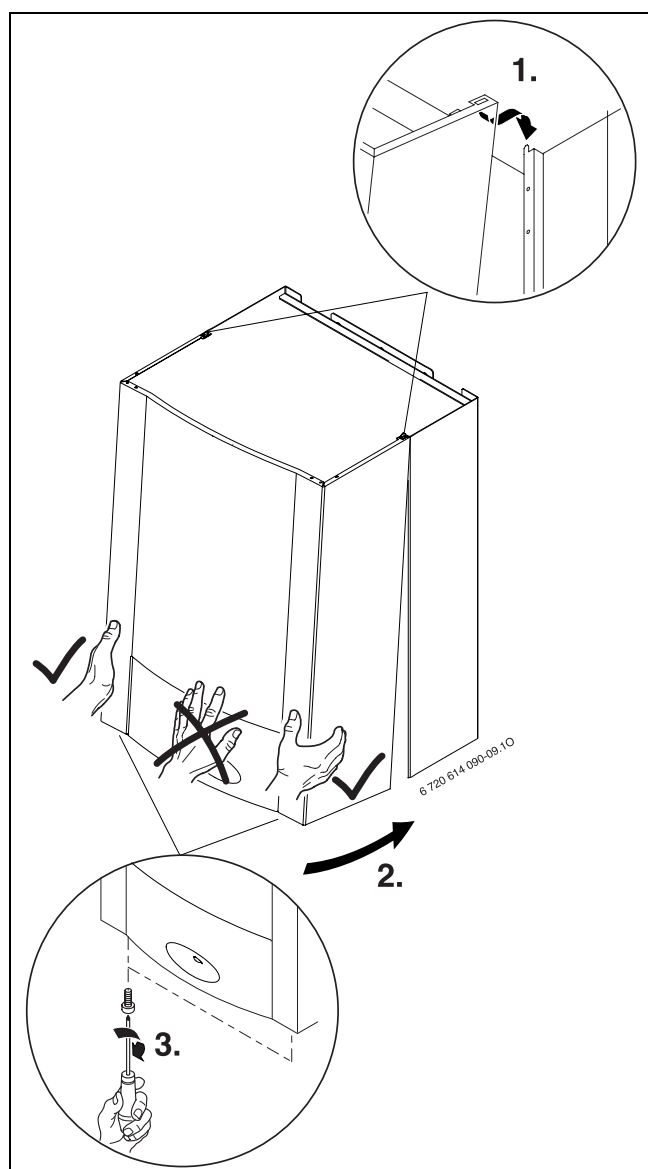

Fig. 15
- Accrocher l'habillage en haut, faire glisser les languettes dans les ouvertures des montants et fixer l'habillage à l'aide des 2 vis livrées afin d'éviter une ouverture par des personnes non habilitées (→ suivre les étapes de la figure 15).